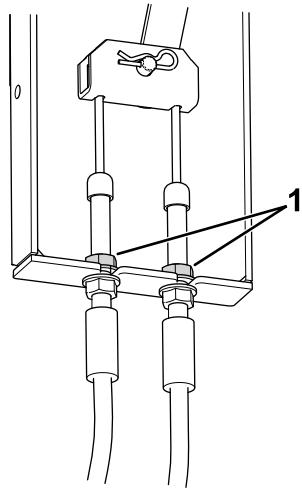

Figura 76
3. Localizai suportul cablului de frână (Figura 76) sub partea stângă a mainii, lângă roata din stânga.